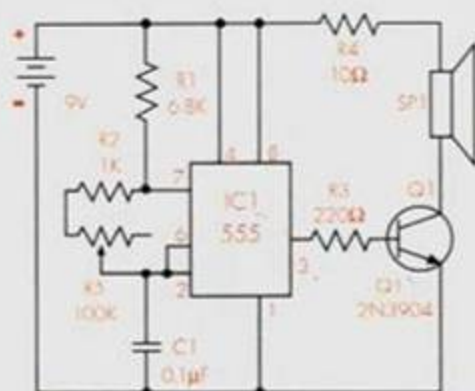

Figura 1.
- Arme en el protoboard el circuito que aparece en el diagrama esquemático de la figura 1. Puede utilizar como guía de montaje el diagrama pictórico. Los componentes pueden armarse en desorden, a excepción de la batería, la cual debe dejarse de última. Revise la orientación del circuito integrado, de tal modo que sus pines no queden invertidos.